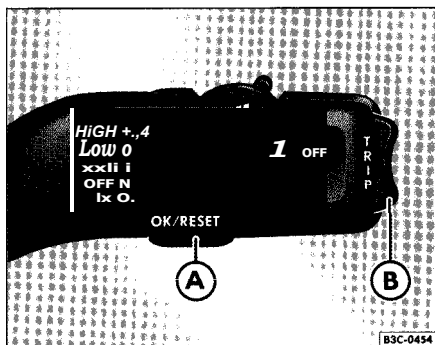

Fig. 14 Sur le levier d'essuie-glace : touche C) et commande a bascule Q.
- O - Dans le menu principal¹⁷ = page 20, selectionnez le menu **MFA** et appuyez sur la touche **OK** du levier d'essuie-glace page 22, fig. 14 O ou
- Une fois le contact d'allumage etabli, appuyez brievement sur la touche page 22, fig. 14 O integree au levier d'essuie-glace ou sur la touche al du volant multifonction¹⁷ page 19, fig. 12 pour passer d'une memoire a l'autre.
En appuyant sur la commande a bascule page 22, fig. 14 Q du levier d'essuie-glace ou sur les touches **15** ou **101** page 19, fig. 12 du volant multifonction¹⁷, vous pouvez selectionner les affichages suivants dans l'indicateur multifonction :
Cette fonction peut vous aider à respecter les limitations de vitesses. Appuyez sur la touche **OK** du levier d'essuie-glace page 22, fig. 14 0 ou du volant multifonction¹⁸⁾ page 19, fig. 12 pour mémoriser la vitesse actuelle. La vitesse ainsi mémorisée apparaît sur l'afficheur en surbrillance dans un cadre, par ex. : **Alerte vitesse 120 km/h**. Vous pouvez changer l'alerte vitesse sur une plage allant de 30 km/h à 250 km/h en l'espace de 5 secondes, à l'aide de la commande A bascule page 22, fig. 14 0 ou des touches flechées page 19, fig. 12 **el** ou **Q** sur le volant multifonction¹⁷⁾. Appuyez sur la touche **OK** ou attendez 5 secondes pour que l'alerte vitesse soit enregistrée et que l'alerte soit activée.